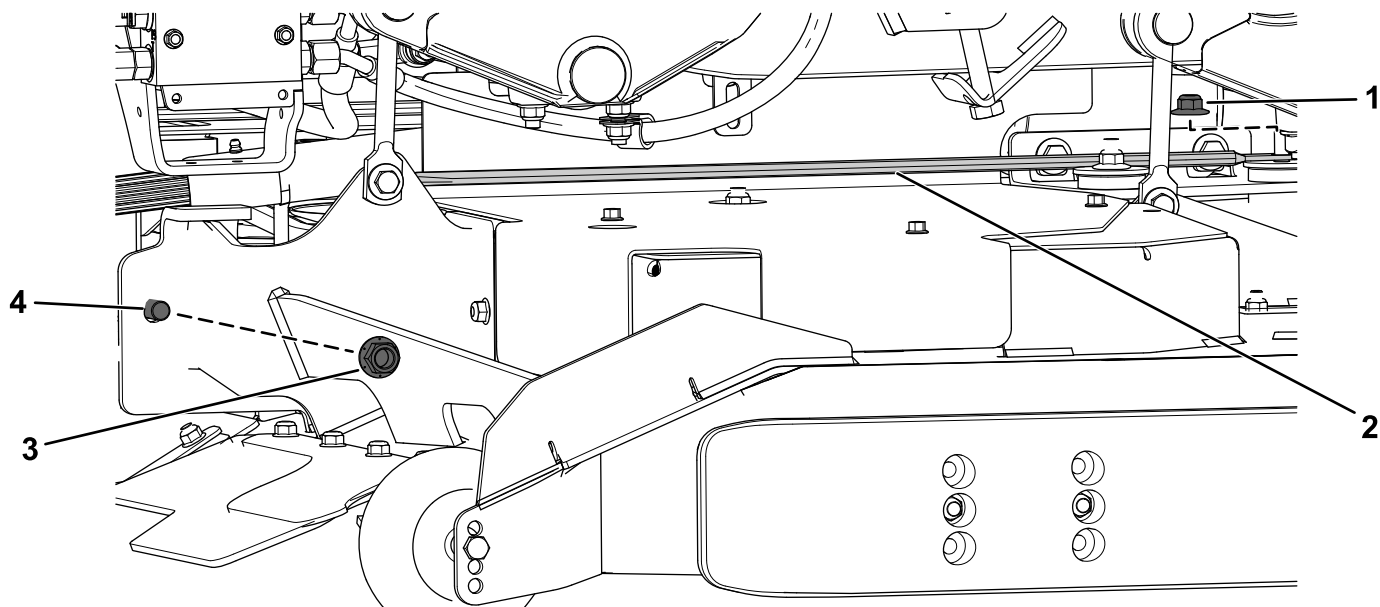

Figura 18
6. Fissate l'asta di sostegno inferiore destra al montante del piatto di taglio e al supporto del cambio utilizzando il dado flangiato ($\frac{3}{8}$ "), il bullone a testa esagonale ($\frac{1}{2}$ " x $2\frac{1}{2}$ "), la rondella e il dado di bloccaggio ($\frac{1}{2}$ ") rimossi in precedenza, come mostrato in **Figura 18** e **Figura 19**.